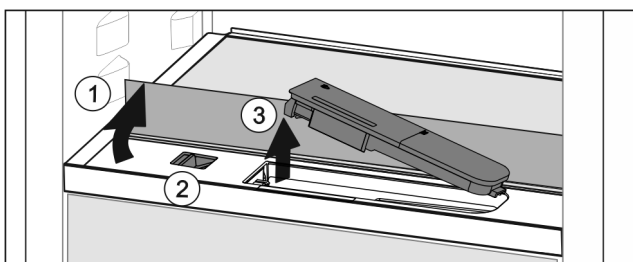

Fig. 49
- ▶ Підняти скляну панель і відкинути до упору назад Fig. 49 (1).
- ▶ Посуньте повзунок Fig. 49 (2) уліво.
- ▶ Вийняти бак для води Fig. 49 (3).